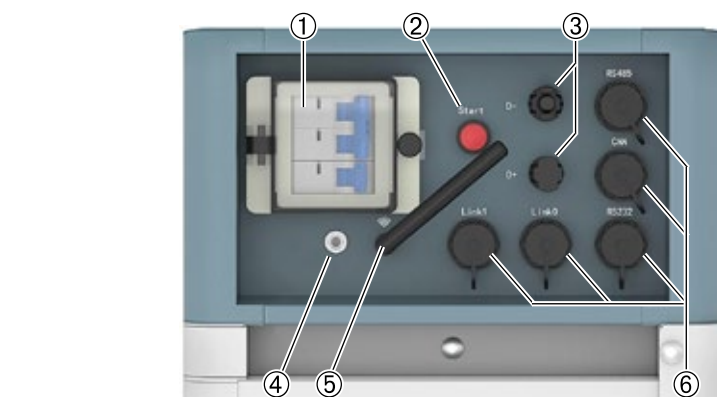

Fig. 2.5 - Modulo di controllo (FC0500M-40S-V2)
#### ● Interruttore di alimentazione (1, Fig. 2.5).
**Attenzione.** Quando l'interruttore di alimentazione (1, Fig. 2.5) è scattato a causa di sovracorrente o cortocircuito, è necessario attendere più di 30' prima di riaccendere il modulo di controllo per non causare danni all'interruttore stesso.
- **Pulsante Start (2, Fig. 2.5).**
- **Terminali di alimentazione D+ e D- (3, Fig. 2.5).**
- **Punto di messa a terra (4, Fig. 2.5).**
- **Modulo WiFi (5, Fig. 2.5).**
● **Terminali di comunicazione porta RJ45 (6, Fig. 2.5).**